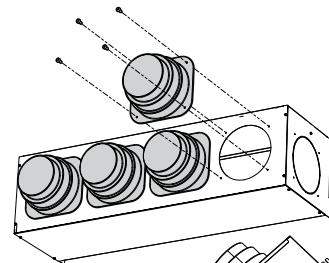

Fig.1
- Fixer les brides sur le plenum PM_V sur le plenum avec les vis taraudeuses (fig.1).